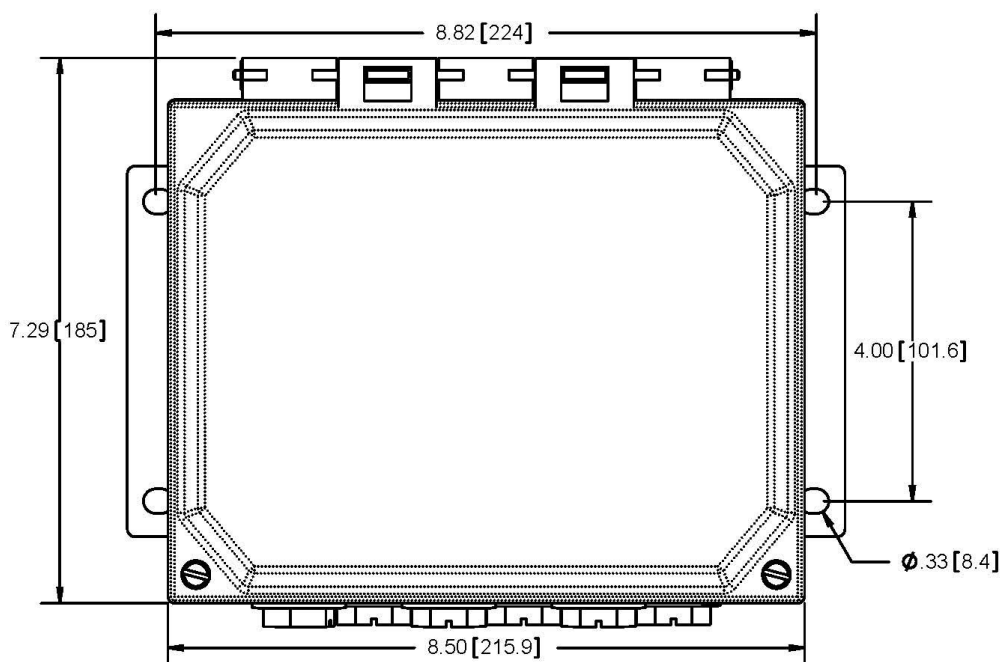

Fig. 3
Montați sistemul de comandă prin cele patru (4) orificii furnizate (Fig. 3).